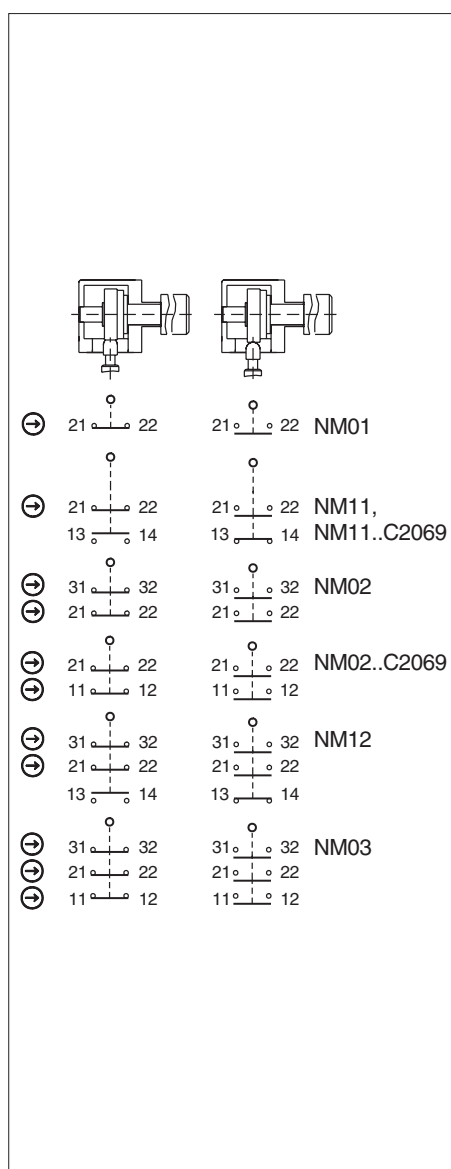

Bild 3: Schaltelemente und Schaltfunktionen
Es muss mindestens ein Kontakt \ominus verwendet werden. Dieser signalisiert die Stellung der Schutzvorrichtung (Kontaktbelegung siehe Bild 3).
3. Anschließen und Klemmen mit 0,5 Nm anziehen (Kontaktbelegung siehe Bild 3).